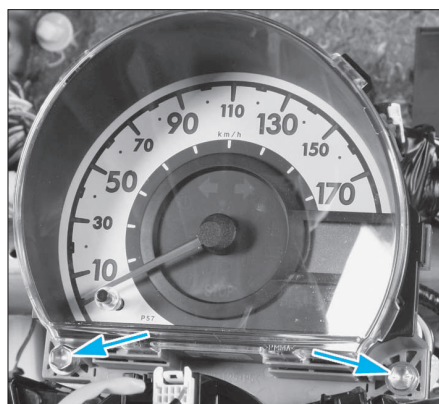

FIG. 8
- Déposer les 2 vis de fixation du combiné des instruments (fig. 8).